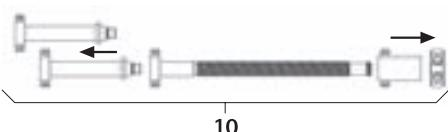

Fig. 6
- ▶ Smontare il distrattore cilindrico 10, vedere Fig. 6.